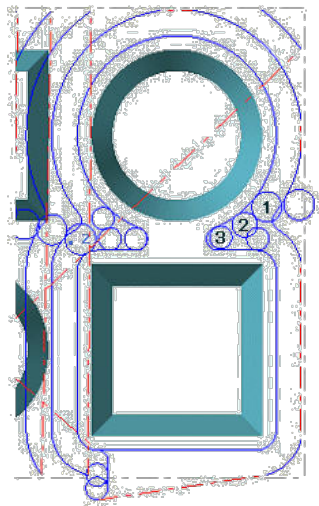

图1
- ① 整圆与半圆: 可定义摆线时摆圆的形状
- ② 自动: 使用此选项, 软件对于所有摆线的参数设定均提供默认参数值供用户使用, 若不选此选项, 则用户可自定义细化参数
- ③ 摆线圆弧直径: WorkNC 可根据实际留料及切削量的大小以定义摆线圆弧的大小, 选项中灰色区域为根据使用的刀具所计算出的摆线圆弧最大和最小值, 而可填写处, 可有用户自定义相应的值。可由 (图 1) 中看出, 摆线圆弧 1, 2, 3 由于切削量的不同采取的摆线大小也不同。